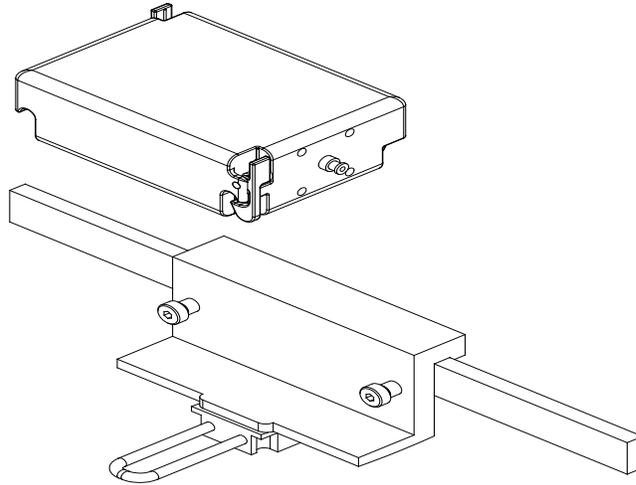

Figura 3. Installazione dei componenti di montaggio del gruppo del motore
- Collegare il gruppo motore e i componenti di montaggio sulla guida del tavolo paziente, come illustrato nella **Figura 3**.